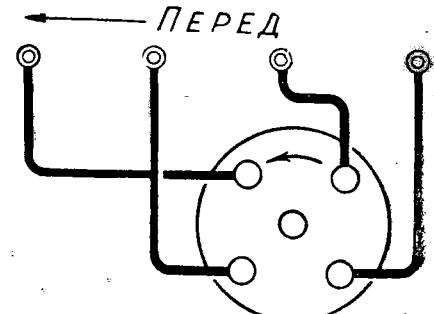

Рис. 43. Порядок присоединения проводов от распределителя к свечам.
цилиндра. Провода должны быть присоединены в порядке: 1, 2, 4, 3 против часовой стрелки (рис. 43).
11. Проверьте присоединения проводов от свечей, начиная с первого цилиндра. Провода должны быть присоединены в порядке: 1, 2, 4, 3 против часовой стрелки (рис. 43).